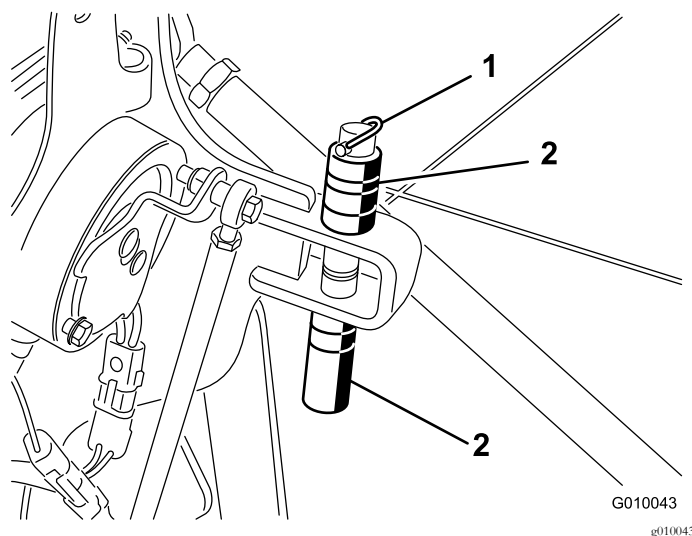

Figura 28
2. Retire el pasador de seguridad que retiene los espaciadores y los bulones de profundidad (Figura 28).